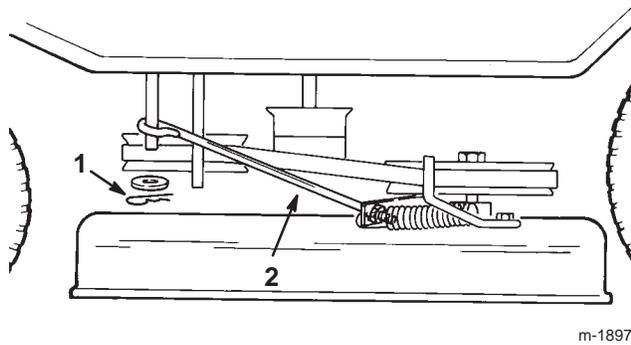

Figure 35
11. Enlevez la goupille fendue et la rondelle du bras de commande des lames, du côté gauche de la machine (Fig. 35).